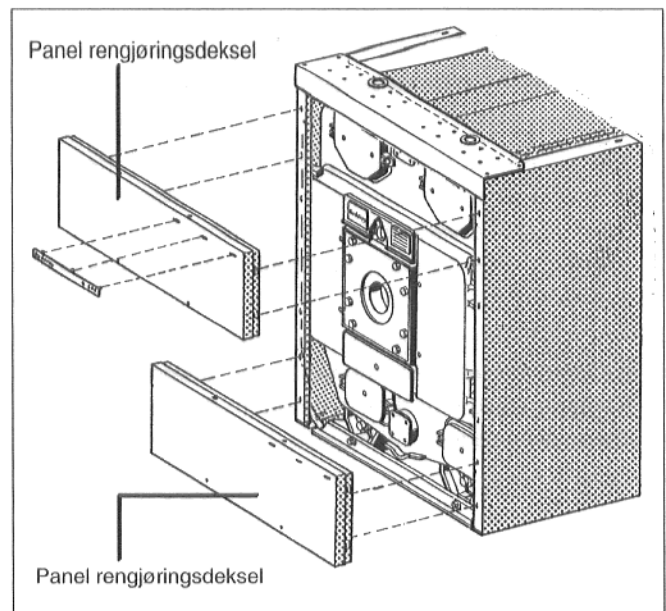

Fig. 47
- Panelene til rengjøringsdekslene henges med kanthakene foran oppe og nede (fig. 47) inn i slissene på sideveggene.